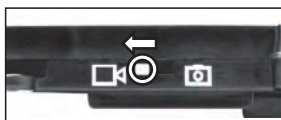
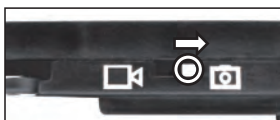

图17
图18
2. 当摄像头组件上的模式切换开关拨向摄像图标(如图17), 摄像头组件处于摄像模式, 当按下摄像/拍照按键, 摄像头组件的红色指示灯一直闪烁, 表示正在进行摄像; 当摄像头组件上的模式切换开关拨向拍照图标时(如图18), 摄像头组件处于照相模式, 当按下摄像/拍照按键, 摄像头组件进行照相。